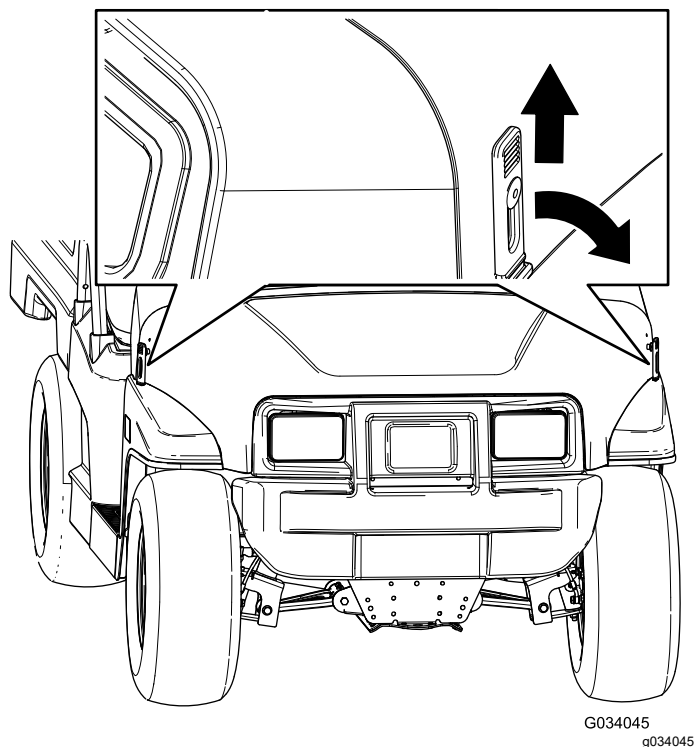

Bild 31
1. Heben Sie den Hebel der Gummriegel an jeder Seite der Motorhaube an (Bild 31).
2. Fluchten Sie die Gummriegel auf den Riegelankern an jeder Seite der Motorhaube aus, um die Motorhaube zu befestigen (Bild 31).